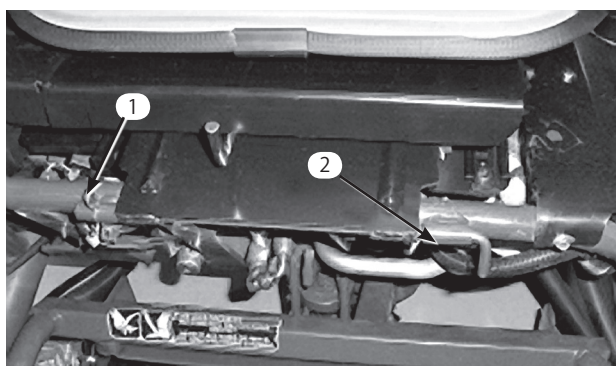

図40
3. 座席を降ろし、回転軸を固定しているコッター・ピンを抜き取る (図40)。